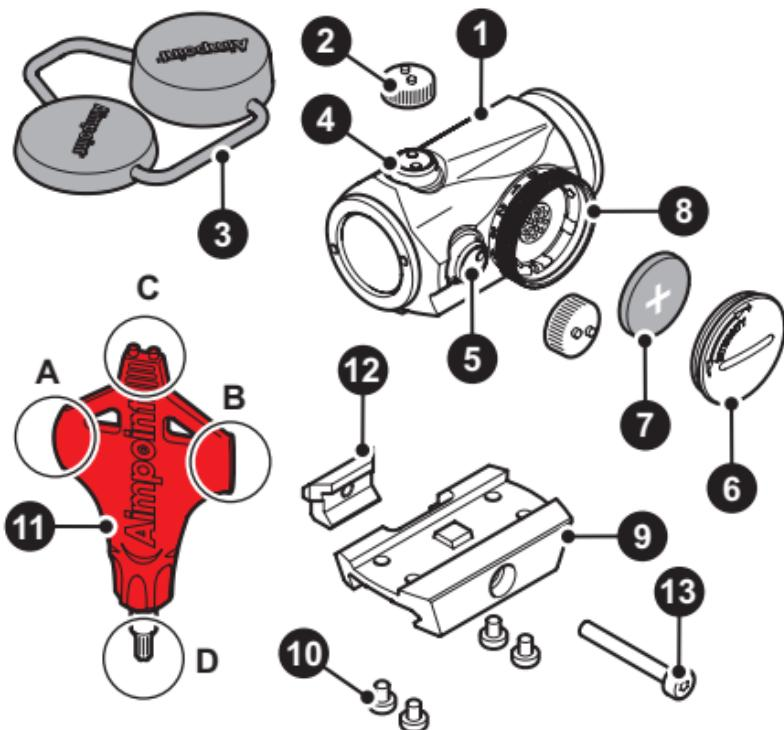

Fig. 1
- Retire la tapa de la batería (6) utilizando la herramienta (11A).
- Inserte la batería (7) con el polo positivo (+) en dirección a la tapa de la batería (6) como se observa en la Fig. 1.